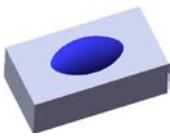
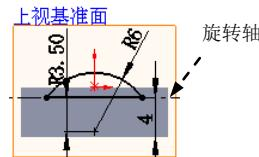

图 15.4.4 旋转 1
图 15.4.5 横断面草图
(4) 单击 按钮, 完成凸台—拉伸 1 的创建。
Step3. 创建图 15.4.4 所示的零件基础特征——旋转 1。
(1) 选择命令。选择下拉菜单 **插入(I)** → **凸台/基体(B)** → **旋转(R)...** 命令。
(2) 定义特征的横断面草图。
① 定义草图基准面。选取上视基准面作为草图基准面。
② 定义横断面草图。在草图环境中绘制图 15.4.5 所示的横断面草图。
(3) 定义旋转轴线。采用图 15.4.5 所示的中心线作为旋转轴线。